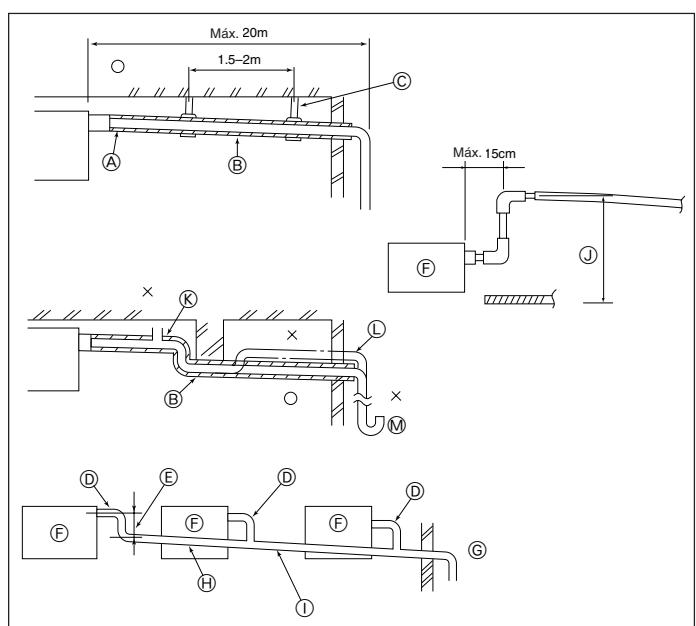

Fig. 3-4
- ① Envuelva la cubierta adjunta del tubo de mayor tamaño alrededor del tubo de gas, asegurándose de que el extremo de la cubierta del tubo entre en contacto con el lateral de la unidad.
- ② Envuelva la cubierta adjunta del tubo de menor tamaño alrededor del tubo de líquido, asegurándose de que el extremo de la cubierta del tubo entre en contacto con el lateral de la unidad.
- ③ Asegure ambos extremos de cada cubierta del tubo con las uniones adjuntas (coloque las uniones a 20 mm de los extremos de la cubierta del tubo).
3.4. Tubería de drenaje (Fig. 3-4)
- ① Tubería correcta
- ② Tubería incorrecta
- ③ Aislamiento (9 mm o más)
- ④ Pendiente de descenso de 1/100 o más
- ⑤ Metal de soporte
- ⑥ Expulsador de aire